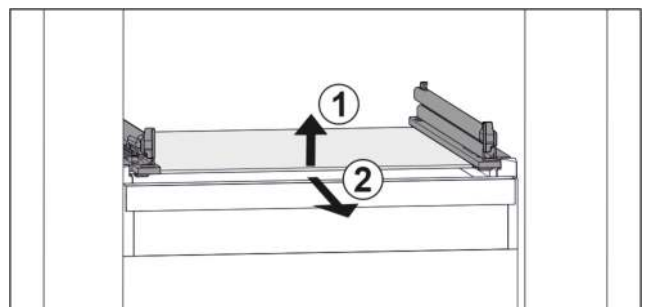

Fig. 140 Beispielhafte Darstellung der Glasplatte
- Glasplatte vorne anheben. Fig. 140 (1)
- Glasplatte nach vorne entnehmen. Fig. 140 (2)